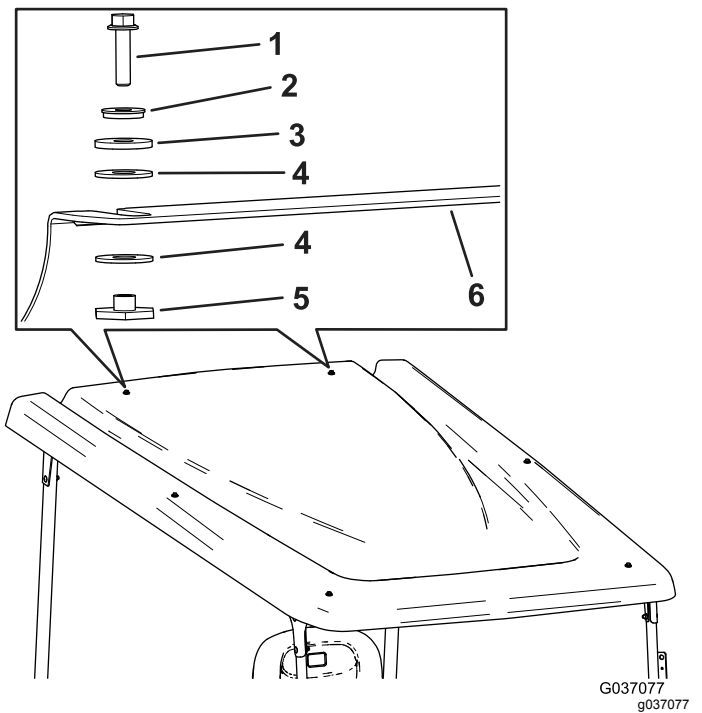

Figure 16
18. Fixez le pare-soleil à la liaison transversale arrière à l'aide de 2 boulons à embase hexagonale ($\frac{1}{4}$ " x 1"), 2 rondelles de frottement, 4 rondelles en plastique et 2 douilles à embase (Figure 16).